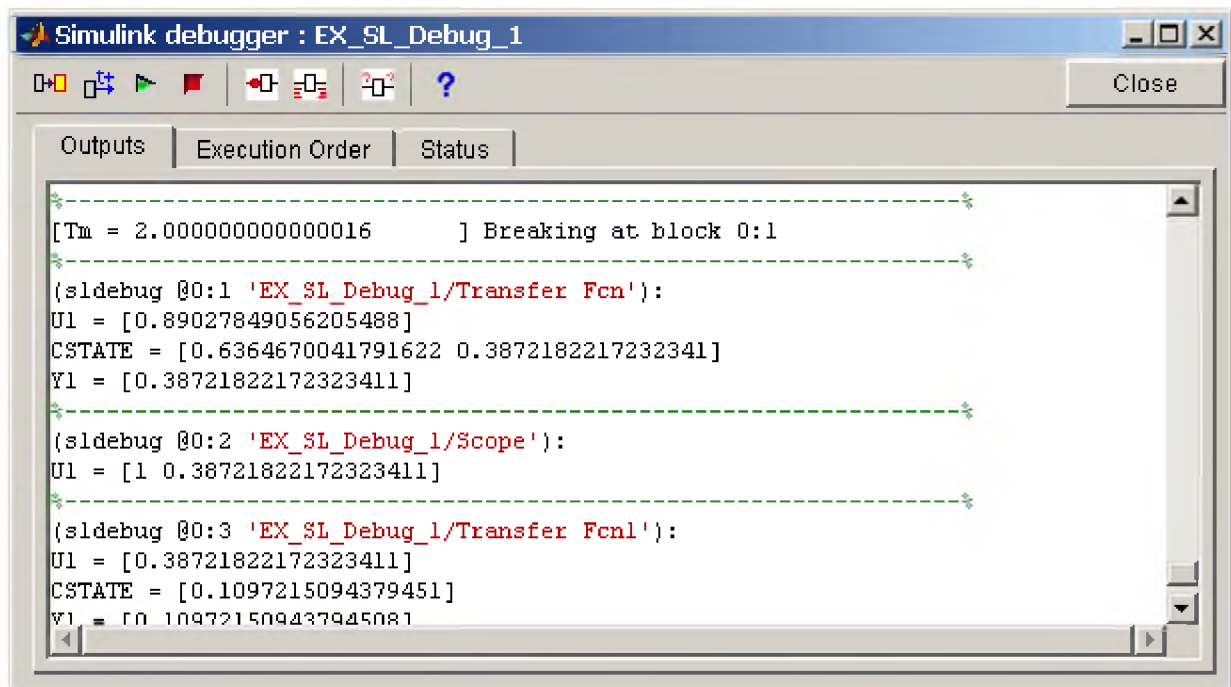

Рис. 13.7 Вкладка **Outputs** главного окна отладчика
1. **Outputs** – Отображение результатов работы в режиме отладки. На данной вкладке (рис. 13.7) отображается текущее модельное время **Tm** (или **Ti** для внутренних шагов), индекс контролируемого блока в виде **@s:b**, где **s** – номер модели (подсистемы), **b** – номер блока, а также имя блока с указанием полного пути к блоку. На этой же вкладке выводятся значения входных (**U**) и выходных (**Y**) сигналов блока, если соответствующая опция установлена.